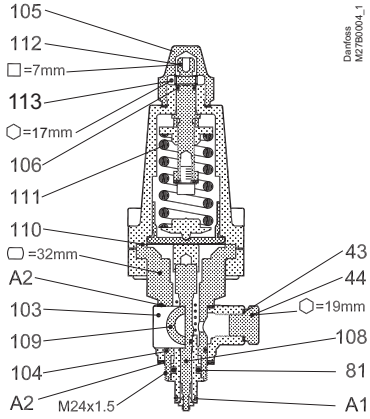
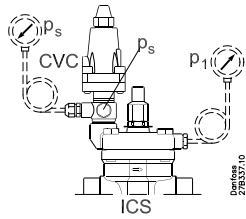

Fig. 1. CVC
Fig. 5. ICS + CVC
Se fig. 1, 2 og 3.
CVC monteres i ICS hovedventilens topdæksel; se fig. 5 og 7. Kontrollér, at pakningerne (A2) og O-ringene (A1 og 104) er på plads og i orden – O-ringen (A1) smøres med fryseolie; se fig. 1. NB! Hvis O-ringen (A1) er utæt eller mangler helt, vil hovedventilen få signal til at åbne. Banjofittingen (103) kan drejes. Tilspændingen bør ske med et moment på 50 Nm (5 kpm). Nøglevidden er 32 mm.
For at sikre indstillingen, især ved lave trykniveauer, kan indstillingsspindelen låses ved hjælp af en kontramøtrik (NV 17) - se fig. 1, pos. 113. Møtrikken spændes med 10 +/- 2 Nm ved fastholdt indstillingsspindel.
See fig. 1, 2 and 3.
CVC is fitted in the top cover of the ICS main valve, see figs. 5 and 7. Check that gaskets (A2) and O-rings (A1 and 104) are in place and in order – the O-ring (A1) must be lubricated with refrigeration oil, see fig. 1.